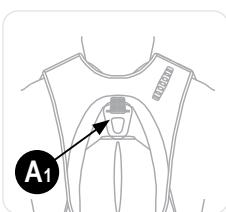

Figura 10
- Conecte la carabina del cordón de absorción de energía en el punto de sujeción del sistema anticaídas marcado A1 (consulte la figura 10). A1 es el único punto de sujeción que accionará la función de rescate del Latchways PRD descender device.